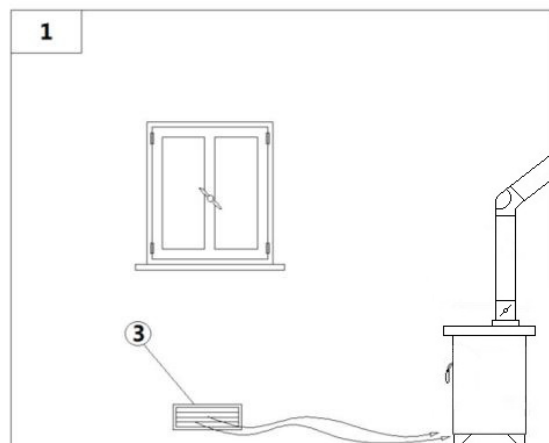
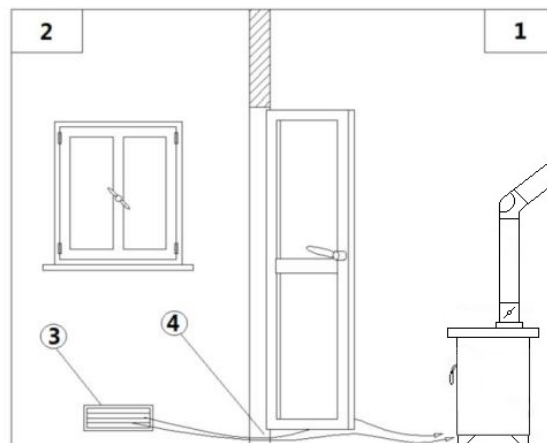

Fig. 6 - Afflusso d'aria diretta
Fig. 7 - Afflusso d'aria indiretta
LEGENDA Fig. 6 a pag. 10 | Fig. 7 a pag. 10
- L'afflusso dell'aria tra l'esterno ed il locale può avvenire per via diretta, tramite apertura su parete esterna del locale (vedi Fig. 6 a pag. 10); oppure per via indiretta, mediante prelievo dell'aria da locali attigui a quello da ventilare (vedi Fig. 7 a pag. 10).